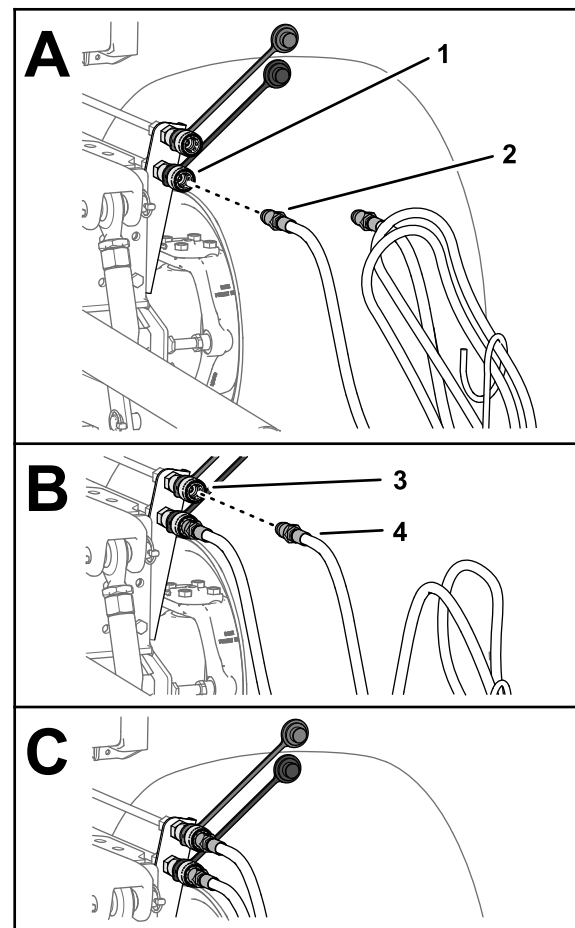

Bild 29
7. Verbinden Sie die Schnelltrennkupplung des Schlauchs zum Ausfahren des Kippzylinders am Anbaugerät mit der Schnelltrennkupplung des Hydraulikkreises zum Ausfahren des Kippzylinders an der Maschine (Bild 29).
8. Verbinden Sie die Schnelltrennkupplung des Schlauchs zum Einfahren des Kippzylinders am Anbaugerät mit der Schnelltrennkupplung des Hydraulikkreises zum Einfahren des Kippzylinders an der Maschine (**Bild 29**).